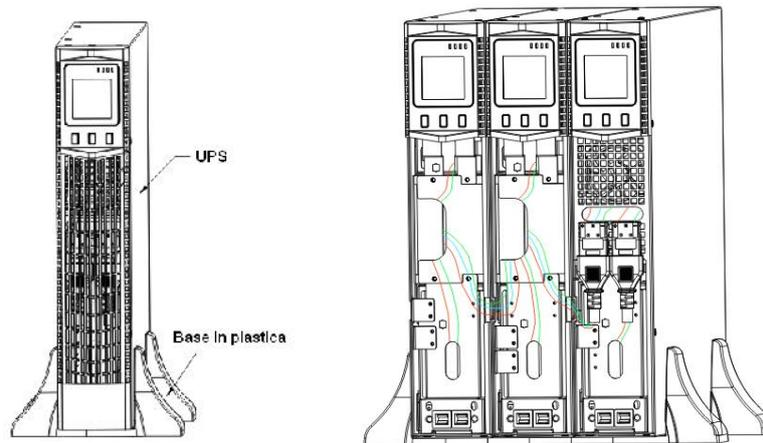

Figura 11 Installazione UPS e cabinet batterie
(Figura 11)
- Installare la base in plastica, quindi inserire l'UPS e i cabinet batterie uno alla volta. (Figura 11)